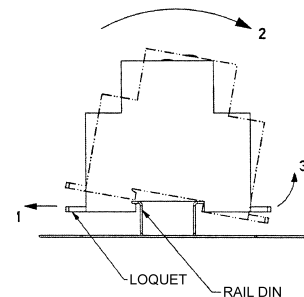

FIGURE 1
A. Retirer l'interrupteur principal du RAIL DIN (VOIR FIGURE 1)